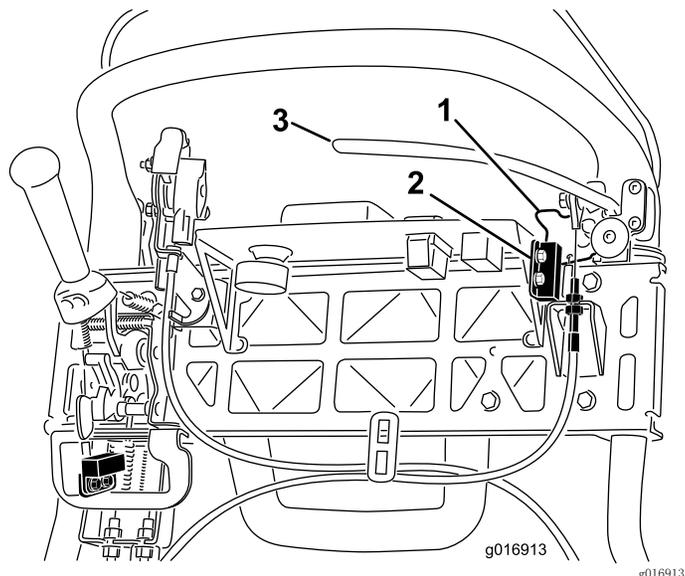

图42
4. 松开并取下联锁开关安装紧固件（图42）。
5. 在手刹锁定装置与联锁开关之间放入 1.6mm 厚的塞尺（图42）。